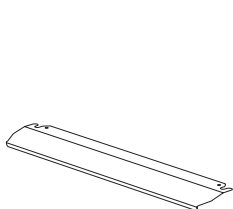

Figura 10
1. Un panel de seguridad está diseñado para proteger el panel de mandos y los botones cuando el horno está en modo de cocinar a la parrilla. (figura 10)